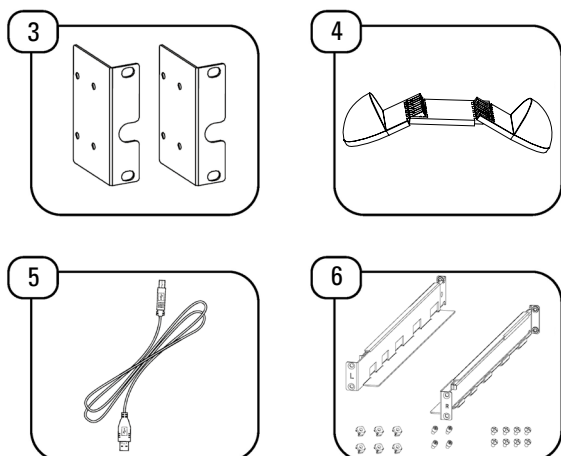

Fig. 5. Conteúdo da embalagem do módulo de bateria.
- Proceda do seguinte modo (ver Fig. 5):